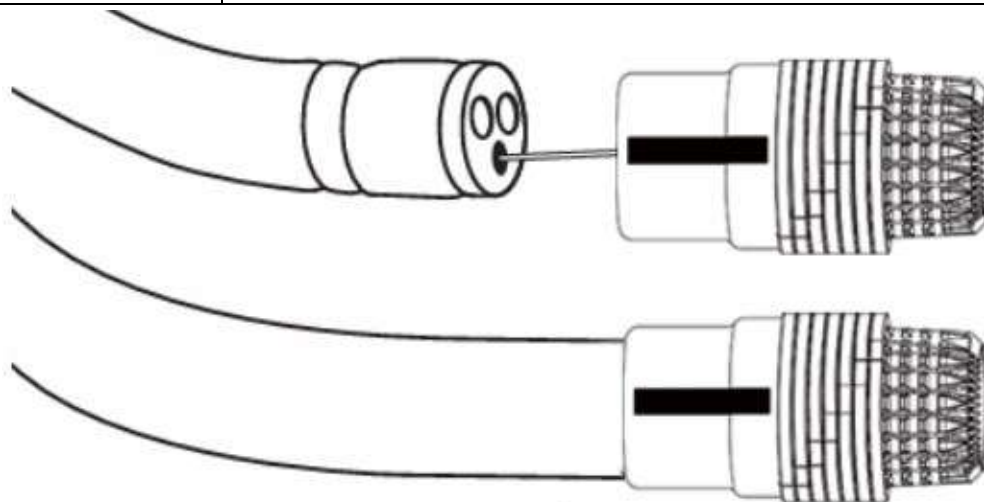

Рисунок 89
5. Установите ствол для моделей со звуком щелчка на дистальный конец эндоскопа, убедившись, что он установлен максимально близко для обеспечения надежного соединения (Рисунок 89).